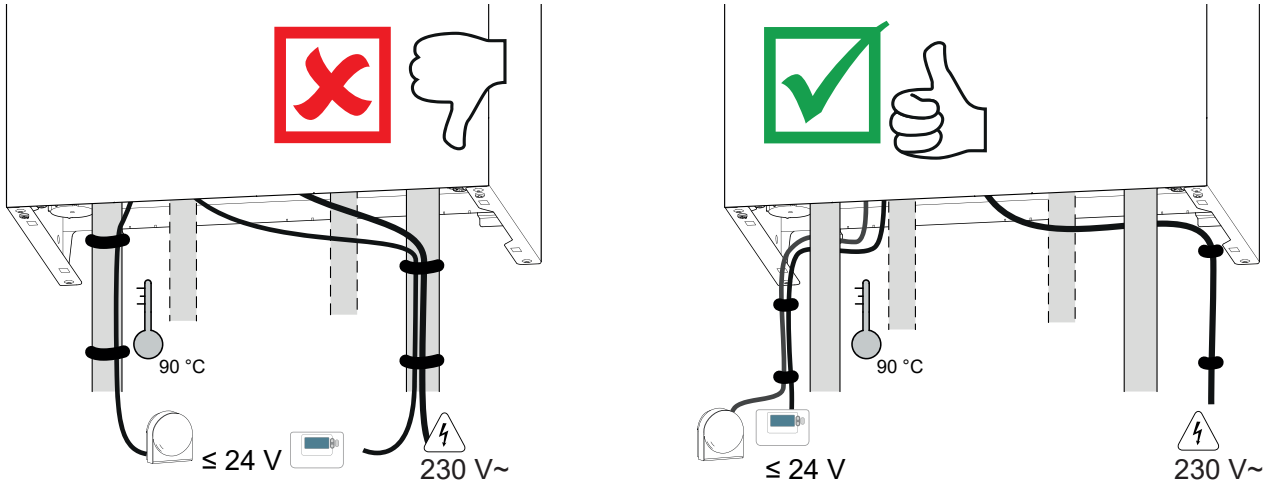
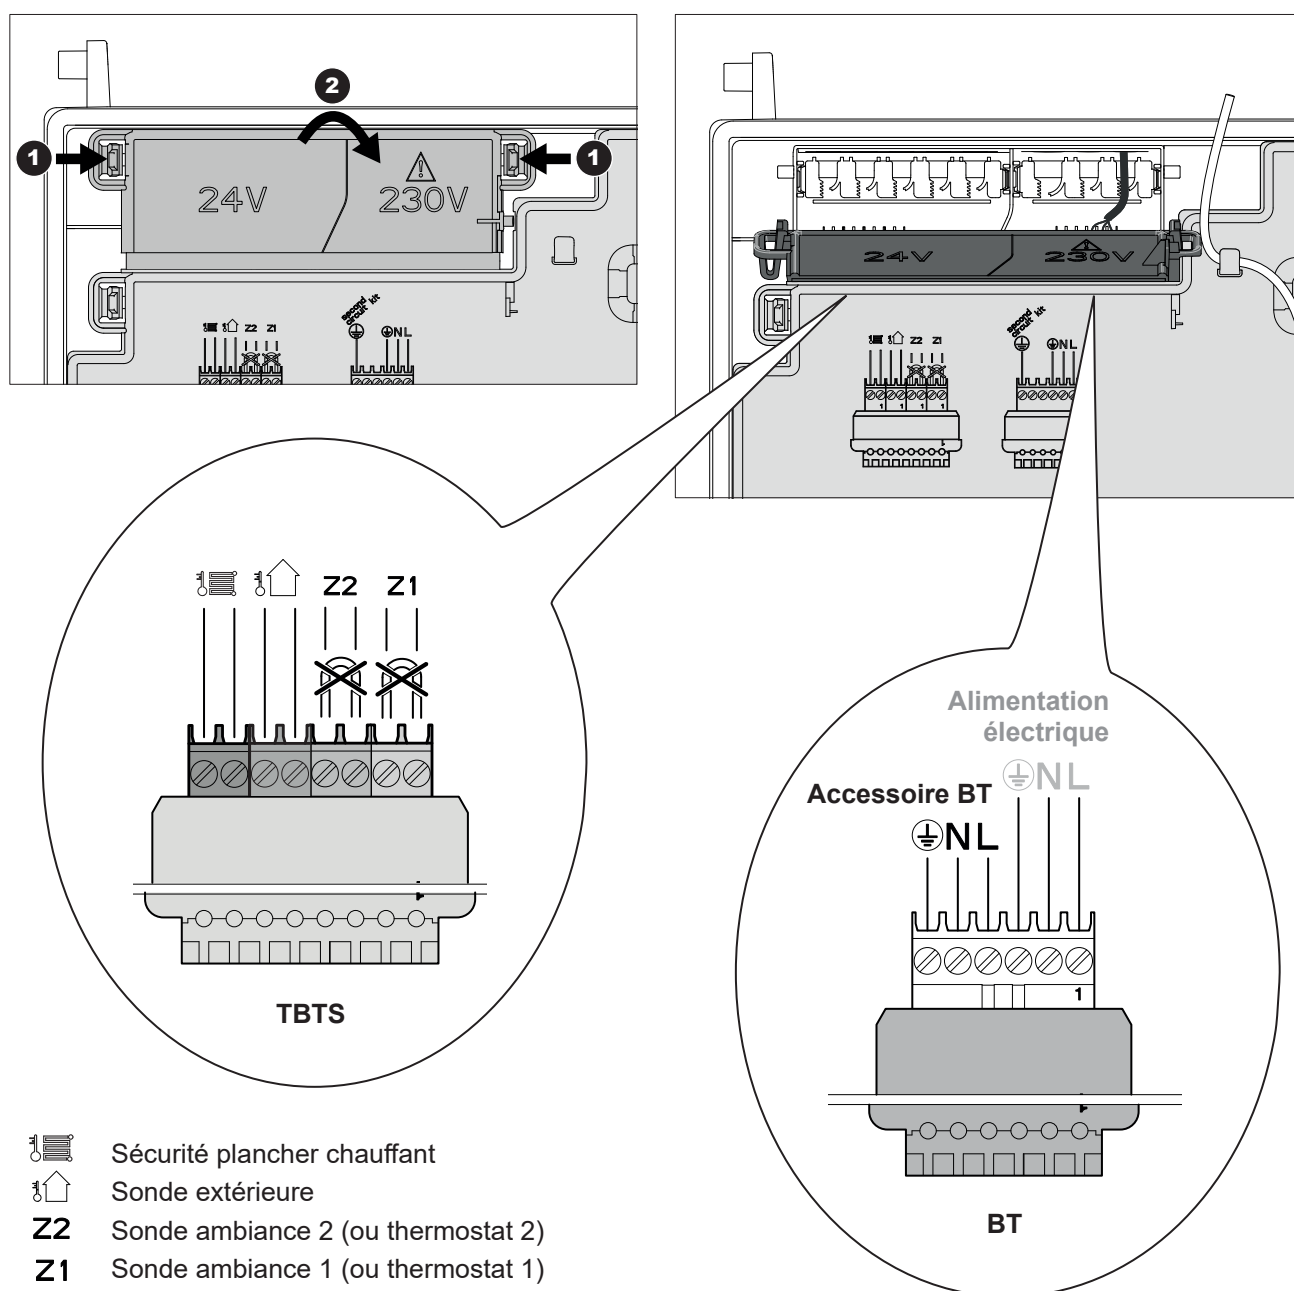

fig. 18 - Chemin de câbles
fig. 20 - Accès borniers
- Effectuer les raccordements suivant les schémas (fig. 18 et fig. 20).